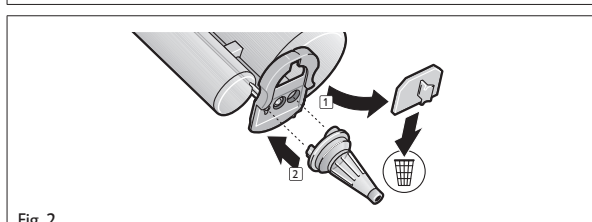

Fig. 2
- 2. Den Verschluss von der Kartusche abziehen und verwerfen. Neue Mischkanüle aufsetzen (Fig. 2).